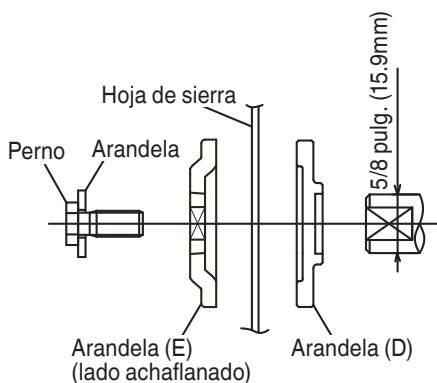

Fig. 34-d
- (7) Presione el bloqueador del huso y apriete el perno girándolo hacia la izquierda con la llave de accesorio estándar (llave de cubo de 10mm), como se indica en la Fig. 34-c.